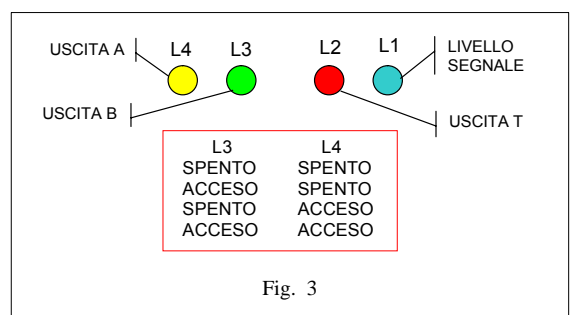

Fig. 3
Se è stato collegato il display noterete che, per alcuni secondi dalla accensione tutti i segmenti rimangono accesi per il test, poi viene mostrata la temperatura misurata dalla sonda Pt100. (fig. 3)
- (**Xa**) IN QUESTA POSIZIONE - **usc.A/B=on,off** Presente solo se abilitata dal comando "Configura" (Vedi configurazione avanzata) si riporta la situazione delle uscite ausiliarie (fig. 6). Lo stato di queste uscite può essere comandato localmente dal pulsante "P1" (fig. 1) presente sulla scheda, oppure dal pulsante centrale del pannellino display (P3 fig. 3).
Con pressioni ripetute si può raggiungere lo stato delle uscite desiderato, passando attraverso la sequenza (riportata in fig. 3 accanto) ad ogni pressione del tasto.